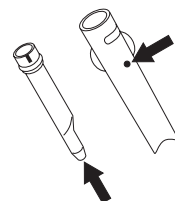

Figura 23
- Compruebe que los dos orificios (señalados con las flechas en la Figura 23) no estén obstruidos. Si fuera necesario, límpieli con una aguja o un alfiler.